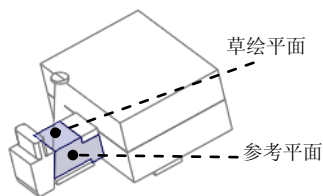
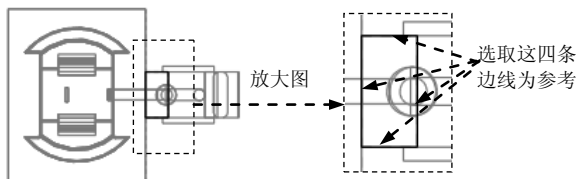

图 27.60 定义草绘平面
图 27.61 截面草图
Step5. 创建实体拉伸特征。单击 **模具** 功能选项卡 **形状** 区域中的 **拉伸** 按钮, 此时系统弹出“拉伸”操控板; 在出现的操控板中确认 **草绘** 按钮被按下; 右击, 从系统弹出的菜单中选择 **定义内部草绘...** 命令; 选取图 27.60 所示的平面为草绘平面, 然后选取图 27.60 所示的表面为参考平面, 方向为 **上**。单击 **草绘** 按钮, 进入草绘环境; 进入截面草绘环境后, 选取图 27.61 所示的四条边线为草绘参考, 然后绘制图 27.61 所示的截面草图; 完成特征截面的绘制后, 单击“草绘”操控板中的“确定”按钮 **✓**; 在操控板中选取深度类型 **到选定的** (到选定的)。将模型调整视图方位, 选取图 27.62 所示的滑块表面为拉伸终止面; 在“拉伸”操控板中单击 **✓** 按钮, 完成特征的创建。